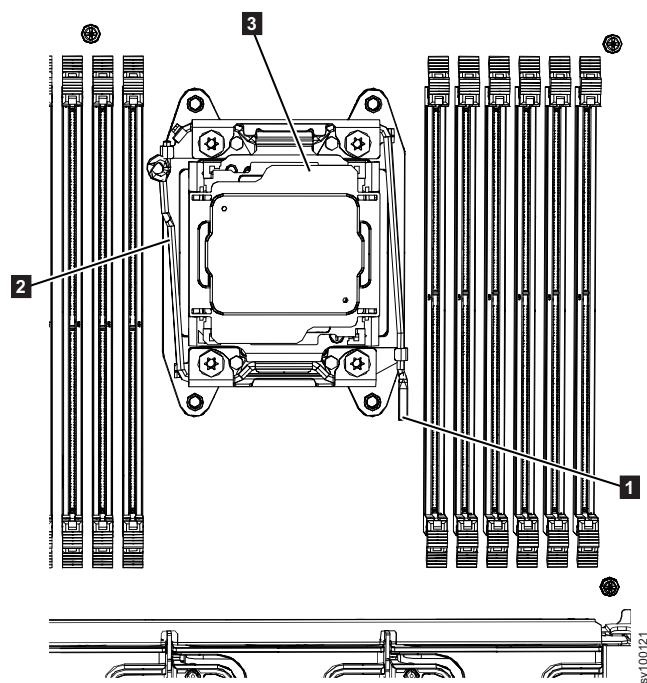

图 191. 打开 2145-SV1 微处理器支架框
1. 打开插槽，准备插入微处理器。如同卸下微处理器一样向下按入释放杆（第 238 页的图 191 中的 **1**）。然后，抬起微处理器释放杆 2 (**2**)。